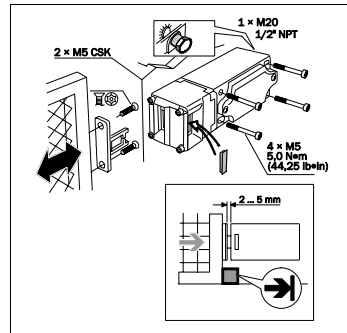

Fig. 1: Montaje
- Montar los interruptores de seguridad en unión positiva (ver Fig. 1).
- Colocar el tope adicional para la parte móvil del dispositivo de protección (ver Fig. 1).